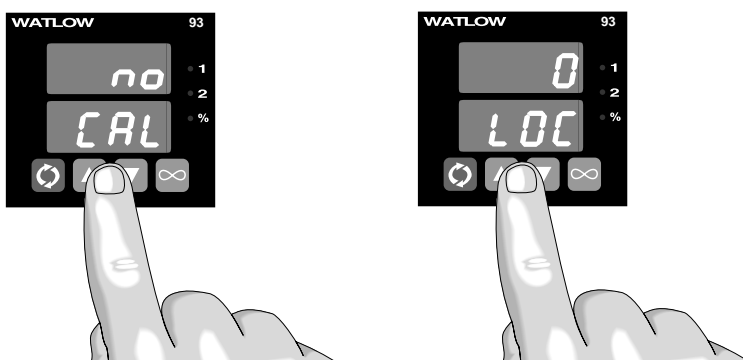

Figura A.3 —
2. Collegare il generatore di tensione al terminale negativo (5) e a quello positivo (3) della morsettiera del termoregolatore. Adoperare conduttori normali, di sezione compresa tra 0,5 e 0,25 mm². Accertarsi che il microinterruttore tipo DIP Switch sia configurato in base all'ingresso della termocoppia. Vedere il capitolo 4.
3. Accendere il termoregolatore e lasciarlo riscaldare per 15 minuti. **Alla fine dell'intervallo di riscaldamento**, accedere al menu di calibrazione. Vedi Figura A.3. Selezionare .
7. Quando si visualizza il prompt , scollegare il generatore di tensione e collegare la termocoppia di compensazione o l'apparecchio di calibrazione per termocoppie al terminale negativo (5) e a quello positivo (3) della morsettiera del termoregolatore. Se si utilizza una termocoppia di compensazione, inserire e cortocircuitare i conduttori d'ingresso. Se si utilizza un apparecchio di calibrazione per termocoppie tipo "J", regolarlo in modo da simulare 0 °C (32 °F). Attendere 10 secondi affinché il termoregolatore si stabilizzi. Se trascorre un minuto senza che sia stato premuto nessun altro tasto, il termoregolatore lascia la modalità . Per terminare la calibrazione, premere due volte il tasto con il simbolo di infinito (∞), quindi premere il tasto di avanzamento (➡) per visualizzare il prompt successivo o per chiudere il menu .
3. Accendere il termoregolatore e lasciarlo riscaldare per 15 minuti. **Alla fine dell'intervallo di riscaldamento**, accedere al menu . Vedi Figura A.3. Selezionare . Premere il tasto di avanzamento (⏩) finché si visualizza **4.00**.
2. Collegare il multimetro in serie al resistore da 300Ω al terminale positivo (9) e negativo (10) della morsettiera del termoregolatore. Adoperare conduttori normali, di sezione compresa tra 0,5 e 0,25 mm².
3. Accendere il termoregolatore e lasciarlo riscaldare per 15 minuti. **Alla fine dell'intervallo di riscaldamento**, accedere al menu `[CAL]`. Vedi Figura A.3. Selezionare `[YES]`. Premere il tasto di avanzamento (⏩) finché si visualizza il prompt `[400]`.